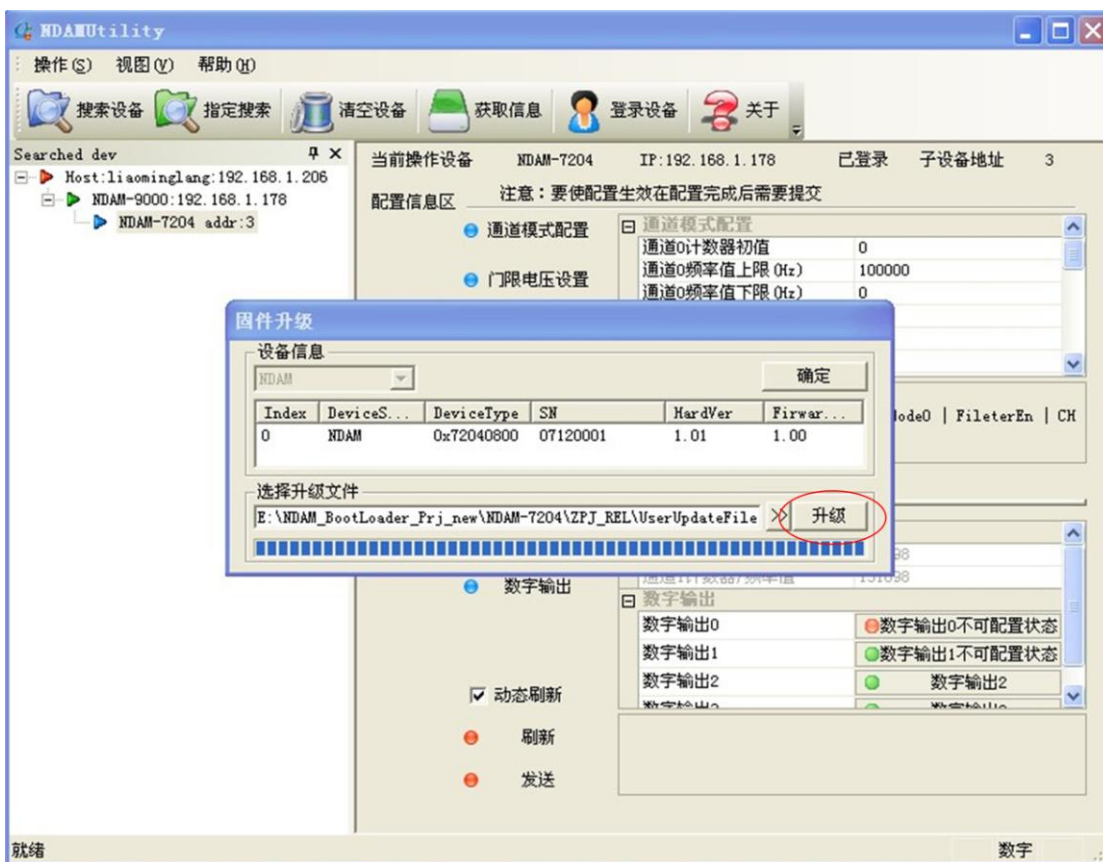

图 5.8 固件升级
- 2) 选择“是”，然后找到并打开固件文件，点击“升级”。如图 5.8 所示；